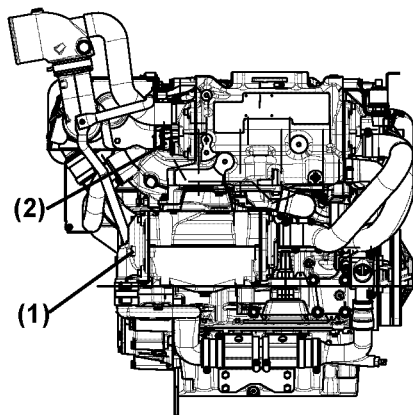

Abbildung 8
Die Zinkanoden befinden sich im Wärmetauscher (**Abbildung 8, (1)**) und Ladeluftkühler (**Abbildung 8, (2)**). Eine zusätzliche Zinkanode kann sich auch im Auspuff-/Wasser-Mischkrümmer befinden.